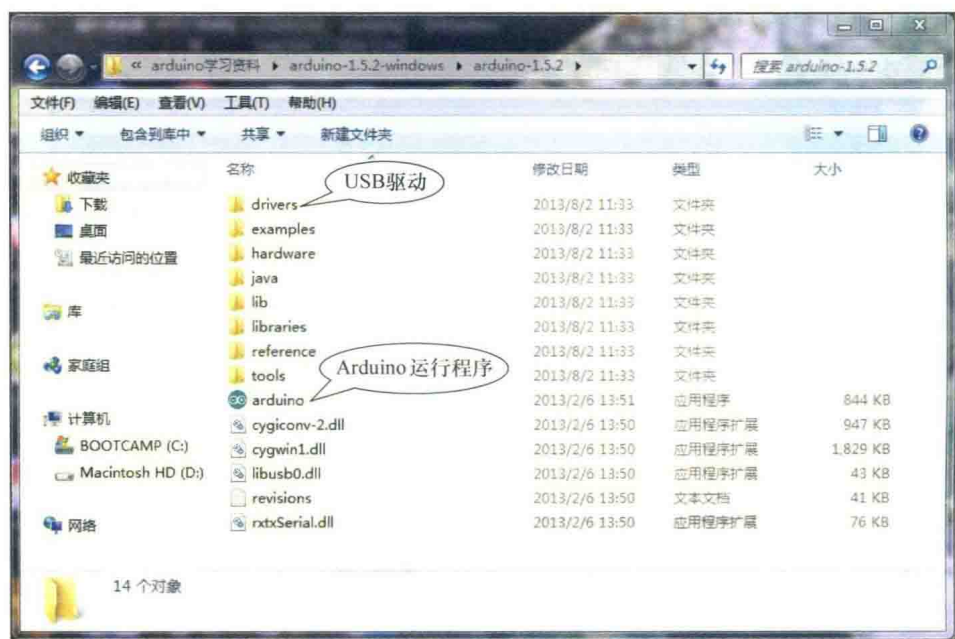

图1-3 Arduino软件目录
(1) 在淘宝上或者联系本书作者，购买 **Arduino Mega2560** 开发板。
(2) 下载 **Arduino** 软件开发环境。
**Arduino** 是开源软件，最新版本是 **ver1.6.3**，有运行在不同操作系统上的软件，下载时可以参考开发者的操作系统，软件下载地址 <http://arduino.cc/en/Main/Software>。解压缩下载软件，生成软件目录参见图 1-3。目录中文件 **drivers** 为 **USB** 转串口驱动目录，文件 **Arduino** 是软件运行文件。